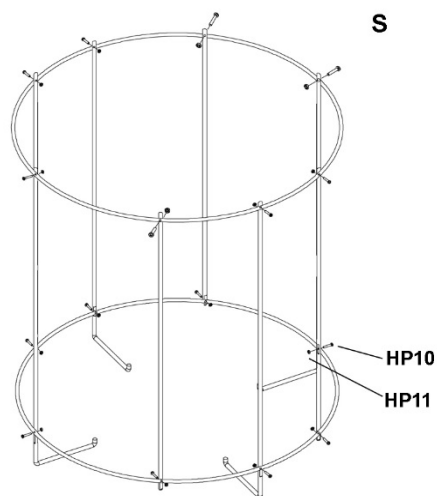

Abbildung 13
18. Die kurzen und die langen Rahmenstützstreben wie in Abb. 13 gezeigt abwechselnd in die Bügel einschrauben. Mit den je sechzehn Flachkopfschrauben und Sechskantmuttern (HP10, HP11) sichern. (Hinweis: Die Wölbungen an den langen Stützstreben müssen wie in der Abbildung gezeigt nach innen weisen.)